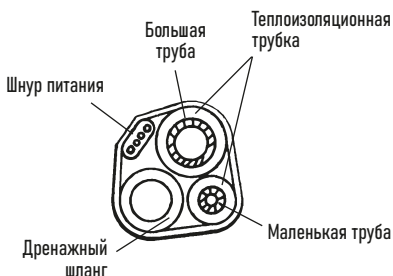
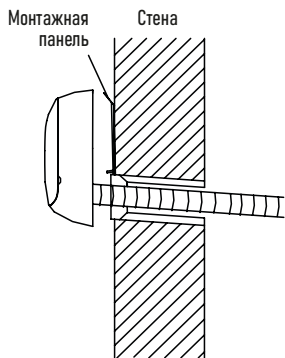

Рисунок 5
Рисунок 7
- Расположите соединительные трубы, кабель, дренажный шланг, как показано на рис. 5, а затем подсоедините дренажный шланг к сливному отверстию. Дренажный шланг должен быть проложен под наклоном (вниз) (рис. 7). Скрепите соединительные трубы, кабели и дренажный шланг вместе виниловой лентой. Обеспечьте достаточное пространство между дренажной трубой и землей. Не ставьте дренажную трубу в воду или канаву.